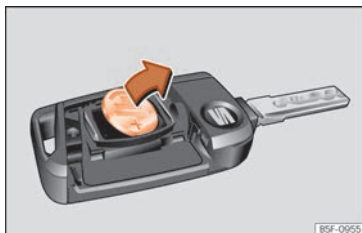

Fig. 84 Clé du véhicule : retirez la pile.
- Retirez la pile du compartiment à l'aide d'un objet fin approprié » fig. 84.
- Placez la pile neuve comme indiqué » fig. 84 et appuyez-la contre le logement des piles dans le sens contraire de la flèche » ②.